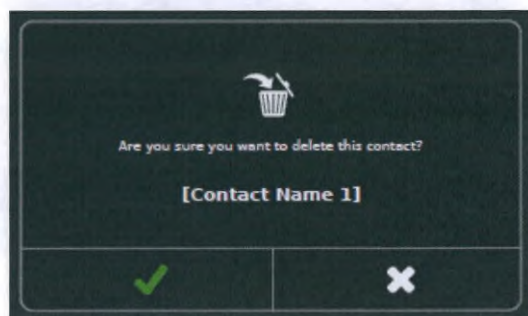

Рисунок 39 — Подтверждение удаления КОНТАКТНОЙ ИНФОРМАЦИИ
5. Во всплывающем окне с подтверждением коснитесь кнопки «ПОДТВЕРДИТЬ», чтобы удалить информацию, или кнопки «ОТМЕНА», чтобы отменить запрос (рисунок 39).